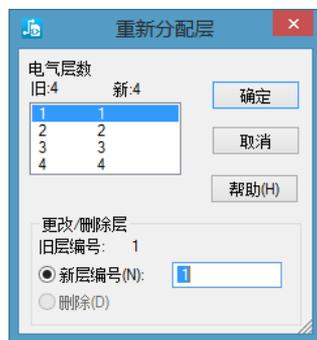

图 4-5 “重新分配层”对话框
(3) 输入电气层数后,单击“确定”按钮,系统会打开如图 4-5 所示的“重新分配层”对话框。在该对话框中,可以对层进行重新分配。通常,系统会默认把顶层保持为新的顶层,即第 1 层依然是第 1 层,底层变为最后一层,如本实例的底层(原第 2 层)变为第 4 层,当然用户也可以按照自己的要求进行设置。